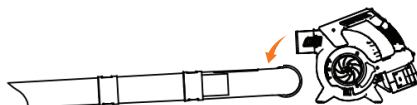

Рис. 7
5. Установите вакуумную трубу в отверстие для всасывания. Совместите отверстие на трубе и стрелку на корпусе. Вставьте трубу до щелчка, что бы закрепить ее (Рис. 7).